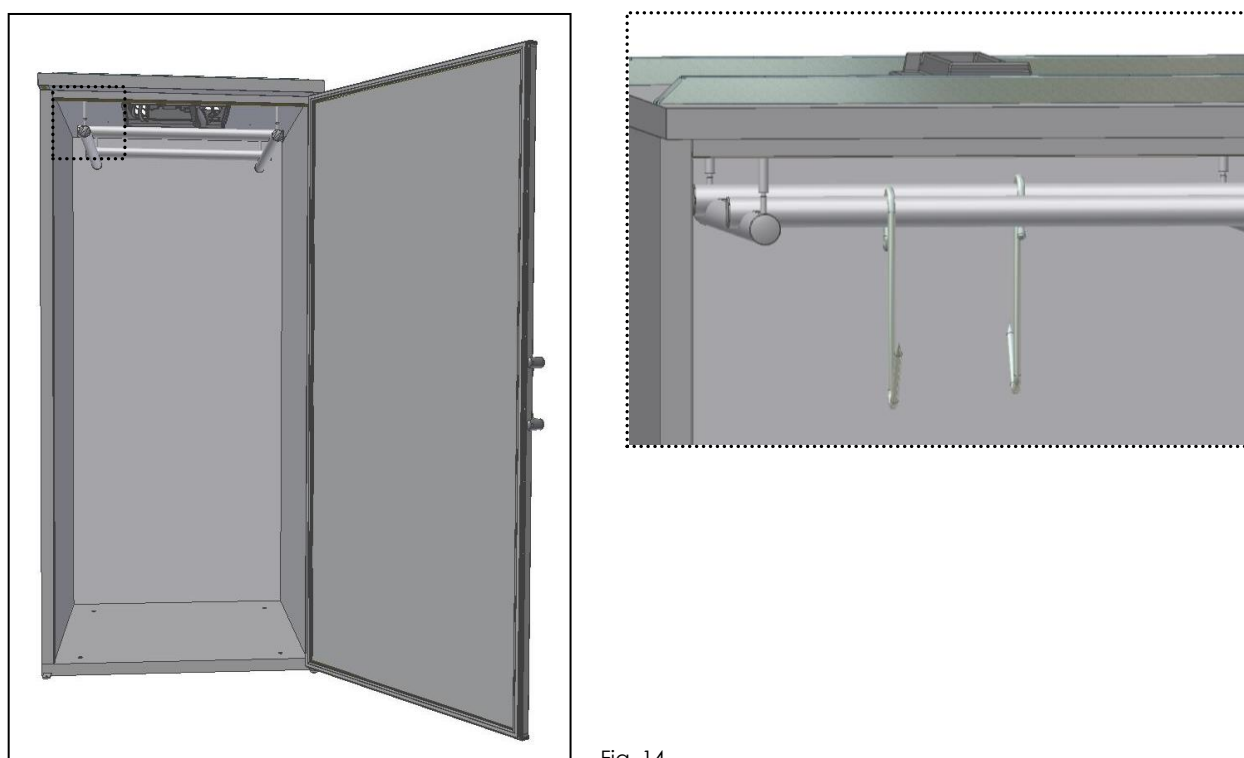

Fig. 14
- Fixer les **tubes transversaux** dans les tubes latéraux et placer les crochets où on suspendra du gibier (Fig. 14);